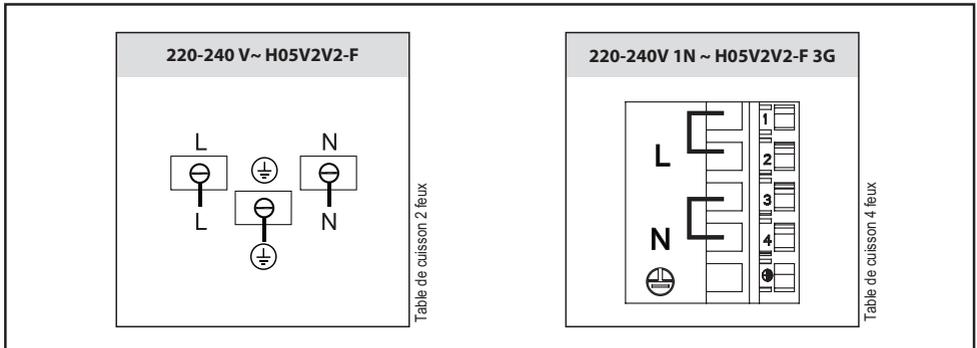

Fig.5
• Connexions électriques (Fig.5):